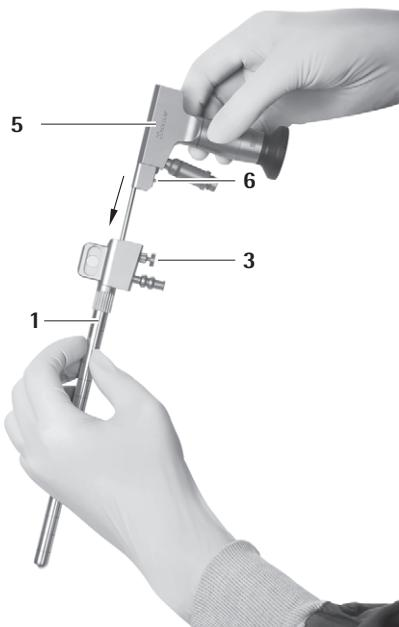
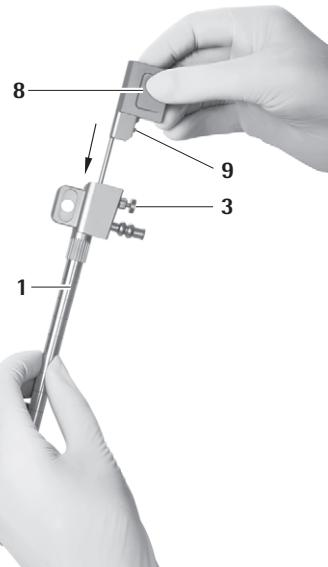

Рис. 14
Рис. 15
- При этом убедиться, что штырек на 6 эндоскопе 5 или 9 обтураторе оптического канала 8 находится на одной стороне с деблокирующей кнопкой 3 троакара MINOP InVent 1, см. Рис. 14 и см. Рис. 15.